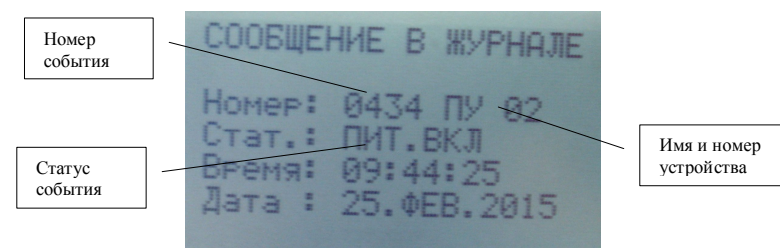
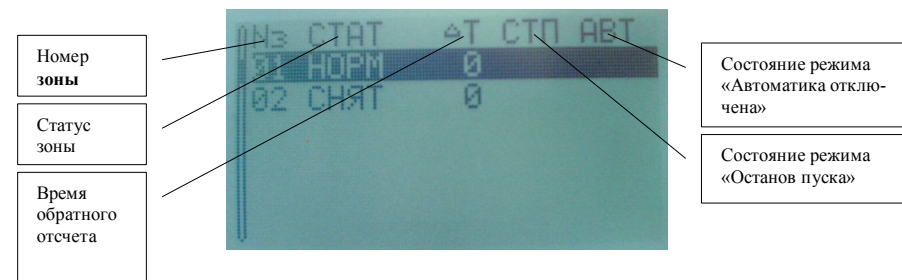
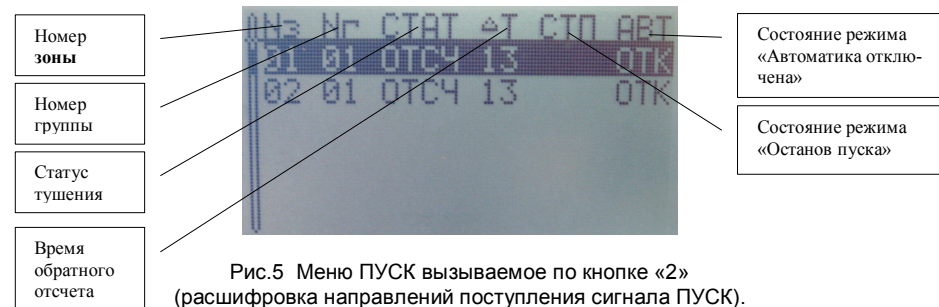

Рис.1 Меню Журнал событий.
Рис.2 Меню Дистанционное управление зоной.
Рис.5 Меню ПУСК вызываемое по кнопке «2»
4.6.1. В штатный режим прибор переходит исходно при подаче напряжения питания. На экране дисплея при этом высвечивается меню ЖУРНАЛА СОБЫТИЙ, где показывается последнее зарегистрированное сообщение см. Рис.1. Нажимая кнопки «ВВЕРХ», «ВНИЗ» можно просматривать другие номера сообщений.
4.6.3. Меню ДИСТАНЦИОННОЕ УПРАВЛЕНИЕ, обеспечивает управление выбранным направлением (зоной или группой зон), а также показывает текущее состояние зон (рис.2) или групп (рис.3). Выбор направления для управления осуществляется нажатием кнопок «ВВЕРХ»/«ВНИЗ» (поз.22,20 рис.А1 Приложения А). Переключение между меню зоны/группы происходит по нажатию на кнопки «F2»/«F1» (поз.19,24 рис.А1 Приложения А). Строка (курсор), выделенная инверсией цвета, указывает выбранное для управления направление.
- меню ПУСК (рис.5) по кнопке «2»;
Кнопками «ВВЕРХ», «ВНИЗ» можно сместить курсор и посмотреть не вошедшие на экран направления. Если в течение 30 сек кнопки не нажимались, то выполнится авто-переход на меню журнала событий (см.рис.1).
6.2. В общем случае, при возникновении в СПИ событий разных типов и направлений, производится включение соответствующих событиям обобщенных светодиодных индикаторов (см. п.6.3.1). Звучит сигнал внутреннего звукового оповещателя, в меню журнала событий рис.1 показывается последнее по времени зафиксированное событие. Для визуализации направления поступления событий необходимо нажать соответствующую кнопку или комбинацию кнопок быстрого реагирования см. п.6.4, при этом вызываются экраны меню событий рис.5 ... рис.12. Надписи на экранах меню расшифровывают направления поступления события с точностью до зоны. Светодиодные индикаторы направления (см. п.6.3.2) показывают состояние направления, указываемое выделенной строкой меню Дистанционное управление рис.2,3.
- меню направлений ПУСК см. рис.5;